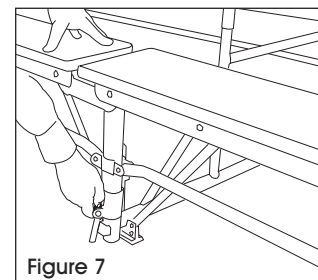

Figure 7
- Pour tester le loquet, appuyez sur les bancs et relâchez manuellement le loquet sur le montant central. (Voir Figure 7)